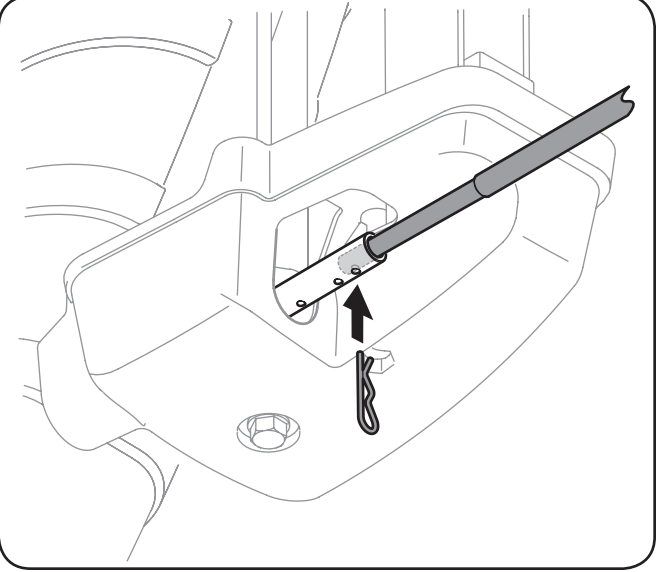

Figure 6-6
- 2. Sortez la tige de commande de la goulotte jusqu'à ce que le trou soit aligné avec le trou le plus éloigné de la goulotte sur le dispositif de commande. Voir la Fig. 6-6.
- 3. Réinsérez la goupille fendue par ce trou et la tige de commande de la goulotte. Voir la Fig. 6-6.